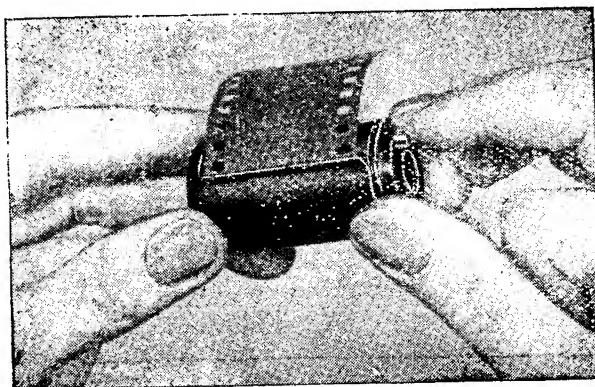

Рис. 12.
6. Поворотом внутреннего цилиндра против часовой стрелки (держа кассету головкой вправо) закрыть кассету, поворачивая доньшко до защелкивания замка кассеты (рис. 12).